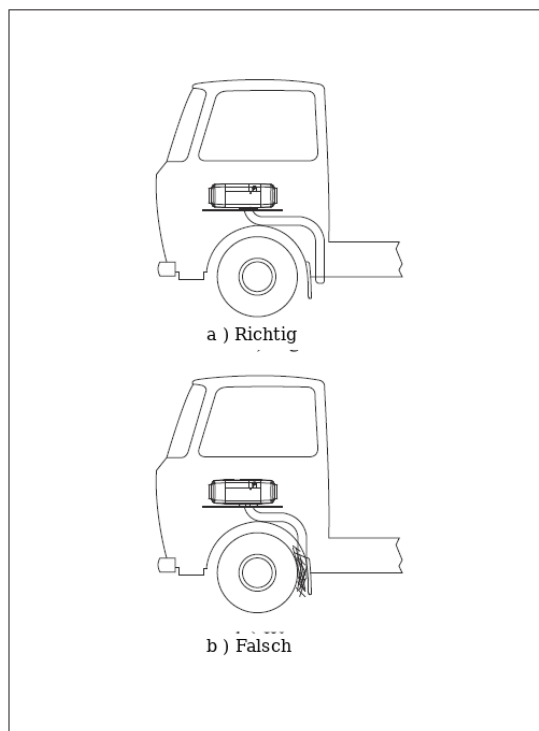

Abbildung 12
- 6.5.11 Die Öffnungen der Rohre dürfen nicht entgegen der Fahrtrichtung stehen (Abbildung 12).